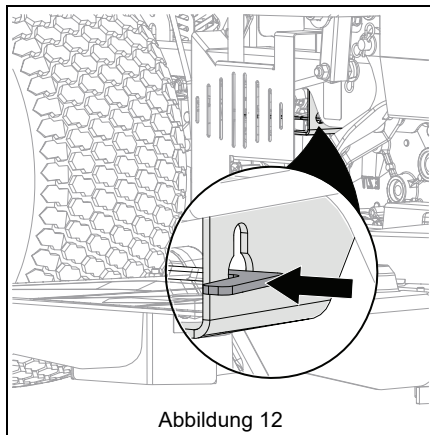

Abbildung 12
5. Die Transaxle-Bypasshebel wieder in die Betriebsstellung bringen. Siehe Abbildung 12.